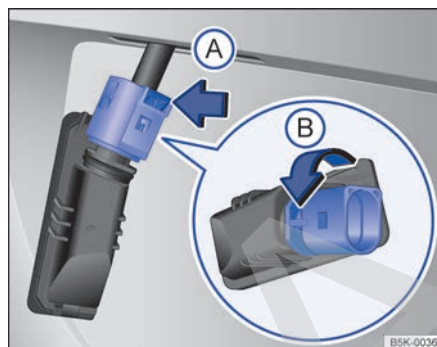

Fig. 202 Luz de la patente: desmontaje del portalámparas.
4. Presione el bloqueo del conector en el sentido de la flecha → fig. 202 (A) y desacople el conector.
5. Gire el portalámparas en el sentido de la flecha (B) y extráigalo con la lámpara.
7. Coloque el portalámparas en la luz de la patente y gírelo en el sentido contrario al de la flecha (B) hasta el tope.